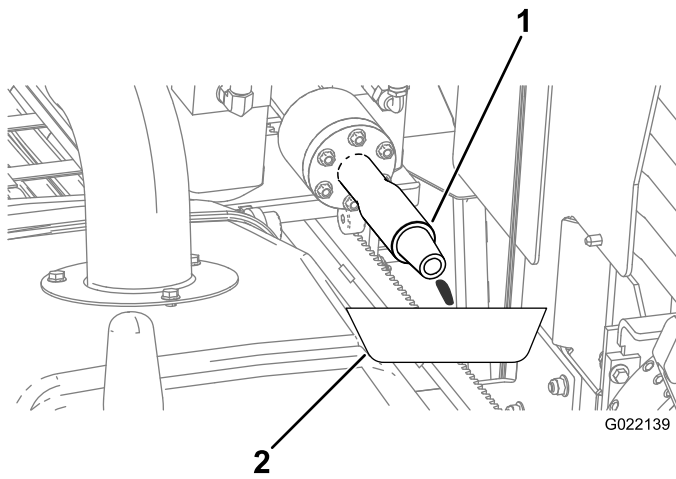

Bild 113
- B. Stellen Sie für entweichendes Frostschutzmittel eine Auffangwanne unter die Bohrspindel (Bild 113).
D. Wenn das Frostschutzmittel aus der Bohrspindel (Bild 113) austritt, schalten Sie die Pumpe ab.